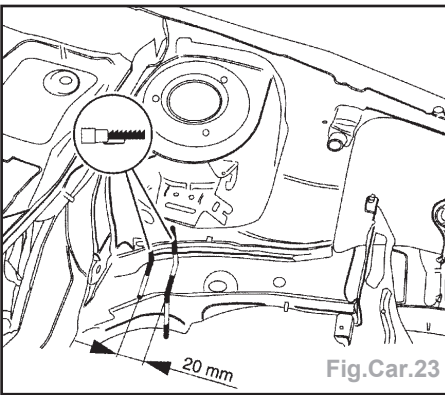

Fig.Car.23
- Faire une coupe avec une scie alternative sur la tôle supérieure de fermeture du longeron, 20 mm derrière la coupe réalisée sur le longeron (Fig.Car.23).